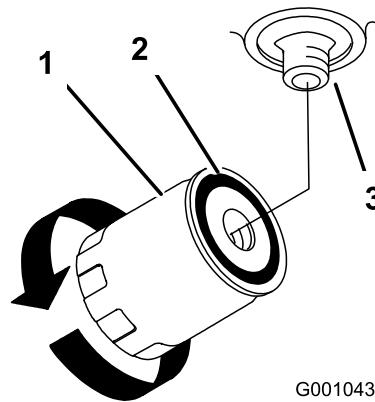

Figura 61
4. Localice el filtro debajo de la base del motor, y coloque un recipiente debajo del filtro (Figura 61).
5. Retire el filtro usado y límpie con un paño la superficie de la junta del adaptador del filtro (Figura 61).
9. Cuando el filtro hidráulico esté lleno, gire el filtro en el sentido de las agujas del reloj hasta que la junta de goma entre en contacto con el adaptador del filtro, luego apriete el filtro 1/2 vuelta más (Figura 61).